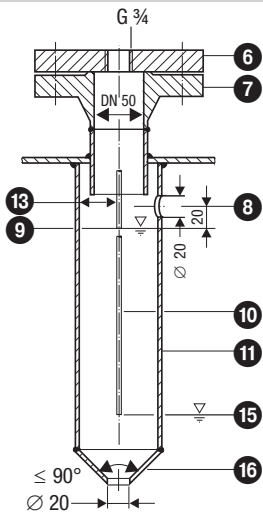

Fig. 4 Tubo protector (a cargo del cliente) para montaje interno
- Un electrodo de nivel NRG 26-21 se puede montar con un electrodo de nivel de GESTRA, un conmutador de nivel o un transmisor de nivel en un tubo protector común o en un recipiente de medición (diámetro interno DN80/DN100). **Fig. 4 - 7**. En caso de montaje interno, el electrodo de nivel para la limitación de nivel de agua debe estar a una distancia mínima de 40 mm del orificio de compensación superior.